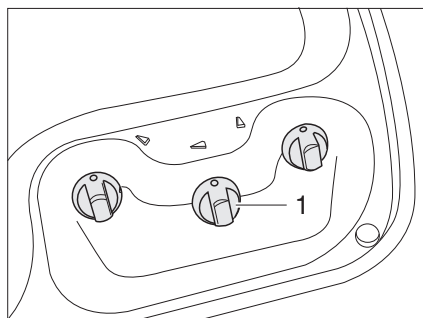

Fig. 189 Boutons de commande pour le réchaud à gaz
- Tourner le bouton tournant (Fig. 189,1) du brûleur désiré en position d'allumage (grande flamme).